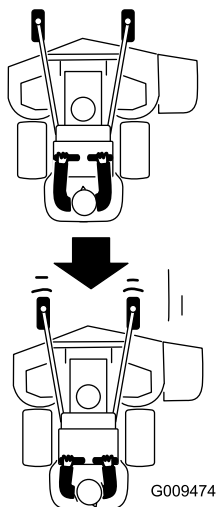

Bild 21
2. Ziehen Sie die Fahrtriebshebel langsam nach hinten (Bild 21).